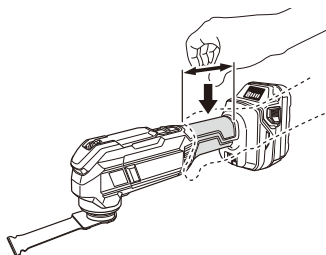

图1
1. 始终用一只手紧紧握住工具的外壳（图1）。不要触摸金属部分。